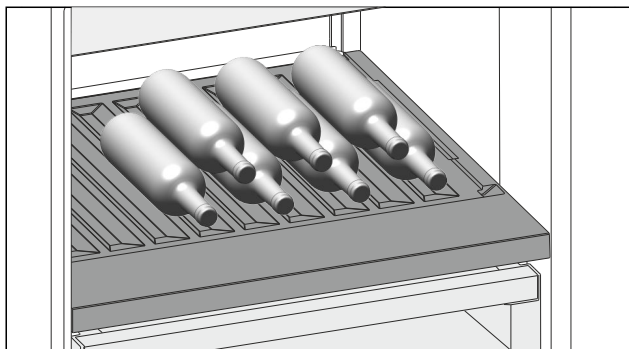

Fig. 163 Примерное изображение
- ▶ Бутылки укладывайте дном к задней стенке. (см. Fig. 163)